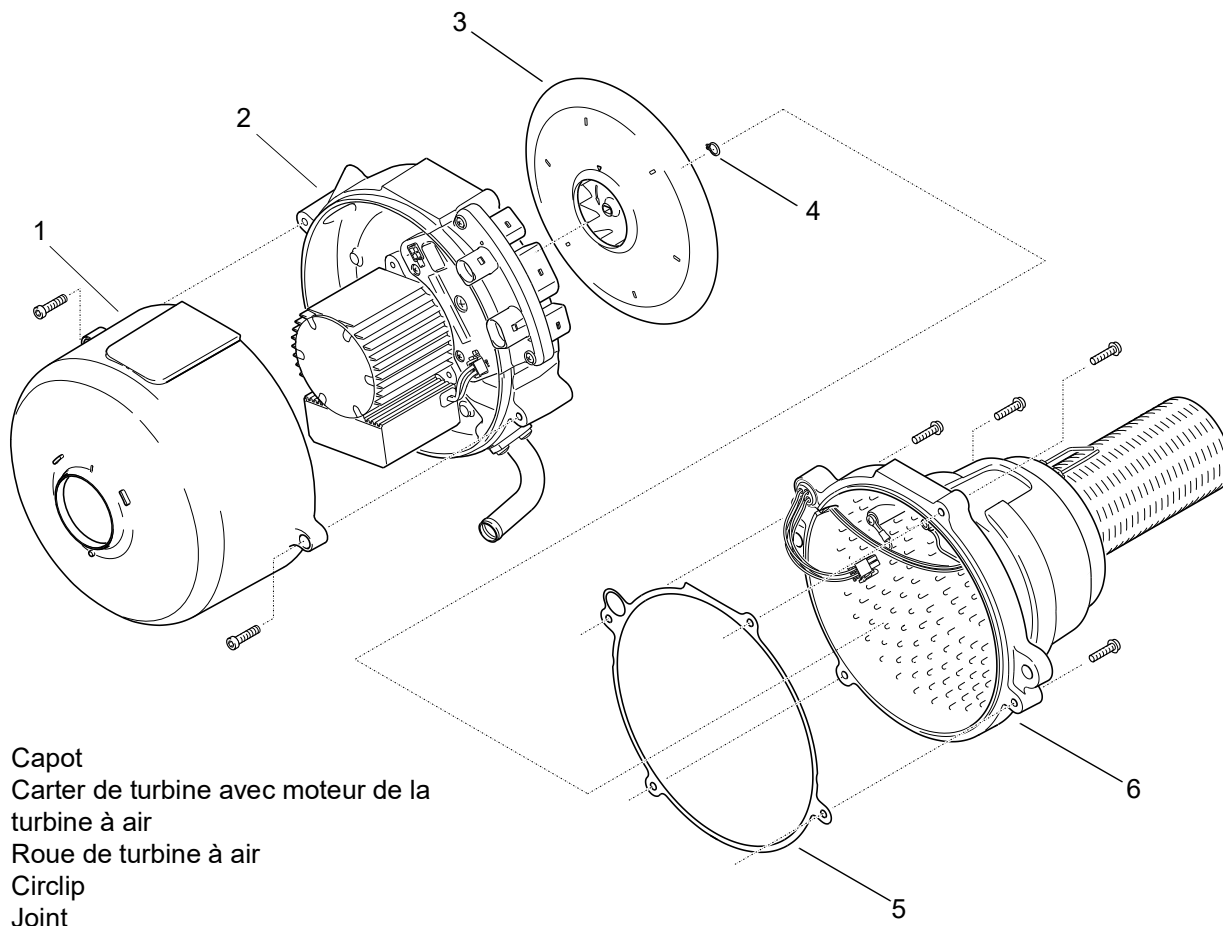

Fig. 803 Séparation du carter de turbine de la chambre de mélange
4. Retirez les 4 vis assurant la fixation du carter de turbine (2, Fig. 803) sur la chambre de mélange, et retirez avec précaution le carter de turbine (2) avec le boîtier électronique, le moteur de la turbine à air et la roue de la turbine à air. Pour cela, le connecteur du
1. Retirez les éventuels restes du joint de la chambre de mélange (5, Fig. 803) du carter de turbine et/ou de la chambre de mélange.
2. Placez le carter de turbine (2) et bien le positionner sur la chambre de mélange (6). Veillez à ce que le nouveau joint de la chambre de mélange (5) et le manchon de câble du module ZF soient bien placés.